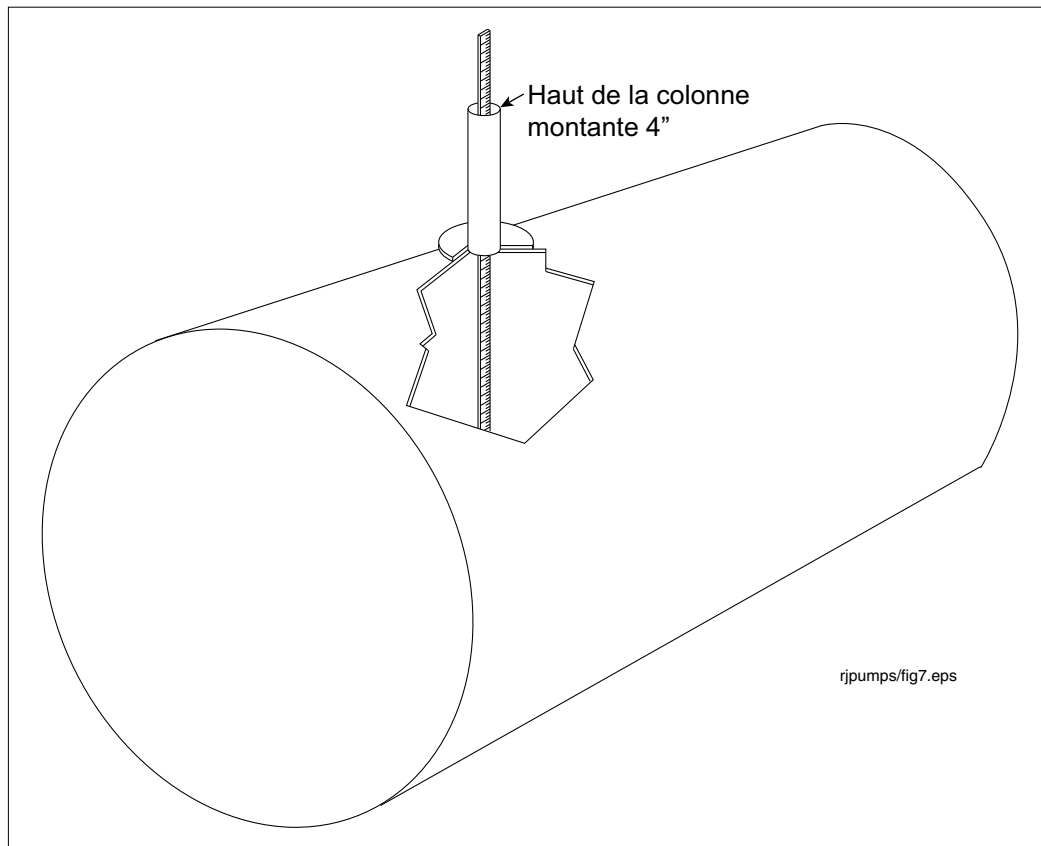

Figure 10. Mesure du réservoir
- Mesurez la distance du bas du réservoir au haut de la colonne montante de 4" comme illustré à la Figure 10.